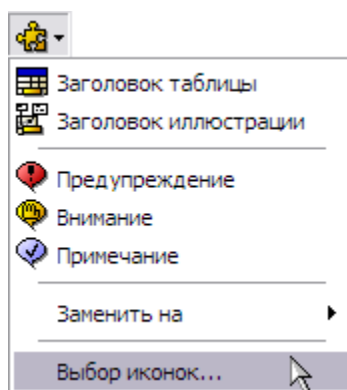

Рис. 5.99
5. Установите курсор в первую строку таблицы, нажмите на кнопку **Стандартные элементы** . Если на этапе подготовки шаблона проекта в модуле TG Designer в него были загружены иконки, то станет активен пункт меню **Выбор иконок...** (Рис. 5.99).